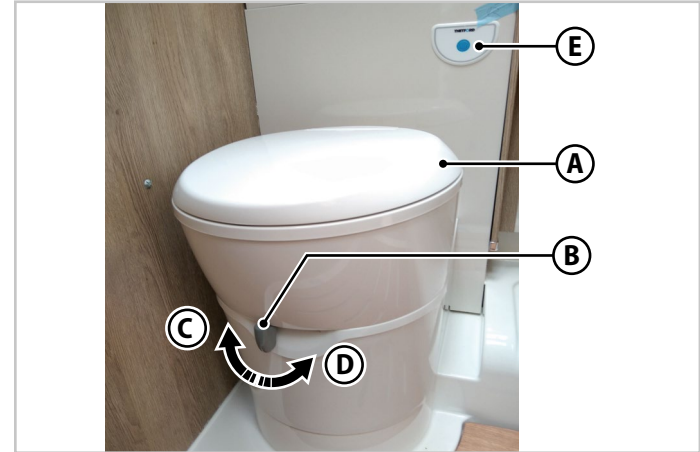

Abb.6.37 - Toilettenspülung
Der Obere Teil der Toilette (**A** - Abb.6.37) kann zur optimalen Raumnutzung nach rechts oder links gedreht werden.
1. Bewegen Sie den Hebel (**B** - Abb.6.37) auf (**C** - Abb.6.37), um die Ablassklappe zu öffnen.
2. Halten Sie die Spültaste (**E** - Abb.6.37) für die erforderliche Zeit gedrückt.
3. Um die Ablassklappe zu schließen, den Hebel in Position (**D** - Abb.6.37) stellen.
1. Überprüfen Sie, ob die Ablassklappe der Toilette geschlossen ist: Der Hebel (**B** - Abb.6.37) muss auf (**D** - Abb.6.37) sein.